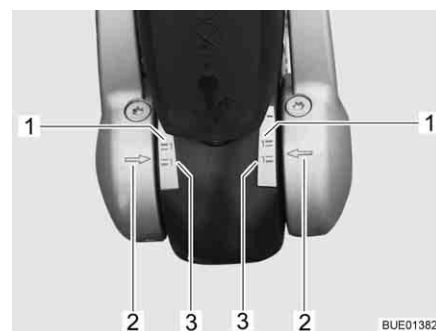

Fig. 173 Indicatore guarnizioni di attrito a sinistra e a destra
- Se le frecce sulla flangia di fissaggio disco (Fig. 173,2) si trovano sotto o sulla superficie di marcatura verde (Fig. 173,3), le guarnizioni di attrito sono considerate ancora nuove.
- Se le frecce sulla flangia di fissaggio disco si trovano all'interno delle superfici di marcatura (Fig. 173,1 e 3), le guarnizioni di attrito sono leggermente consumate.
- Se le frecce sulla flangia di fissaggio disco si trovano al di sopra della superficie di marcatura rossa (Fig. 173,1), le guarnizioni di attrito sono consumate. Far sostituire le guarnizioni di attrito.